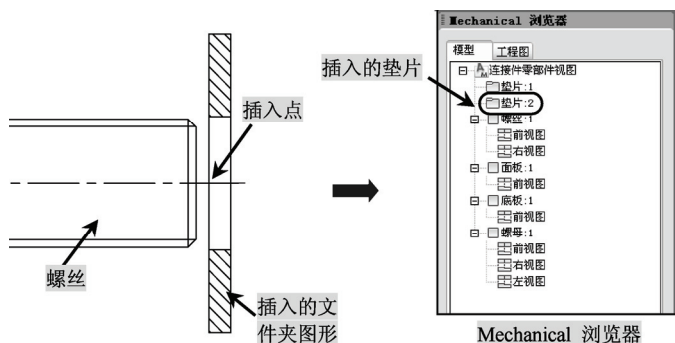

图 7-32 插入垫片文件夹
9) 用户将“垫片”文件夹插入到 Mechanical 浏览器中, 执行“结构 | 插入 | 文件夹”命令, 在命令行中将显示如下提示信息, 如图 7-32 所示。